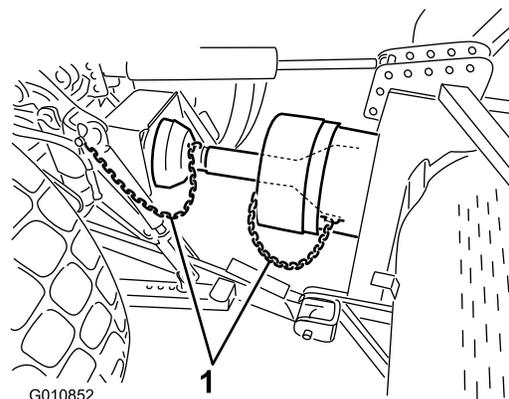

図 25
6. PTO シールドとトラクタのブラケットに、シールド安全チェーンを取り付ける 図 25。エアレータを上下させてもチェーンに余裕があることを確認する。